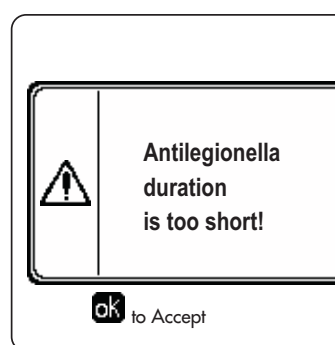

fig. 28- Mesajul Funcția Antilegionella nu a fost finalizată
- Dacă **Funcția Antilegionella** nu este executată corect, pe afișaj se vede mesajul indicat în fig. 28. Chiar dacă apare acest mesaj, centrala va continua să funcționeze corect.